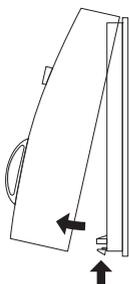

Fig. 19: Oberteil des Funk-Raumtemperaturreglers von der Grundplatte abnehmen
- Rastnase an der Unterseite des Funk-Raumtemperaturregler mit einem spitzen Gegenstand (z.B. Schraubenzieher) leicht eindrücken und Oberteil des Raumtemperaturreglers von der Grundplatte abnehmen (Fig. 19).